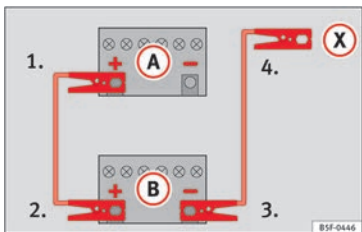

Abb. 59 Anschlusschema für Fahrzeuge ohne Start-Stop-System.
zeugs mit der entladenen Fahrzeugbatterie (A) » » Abb. 59.
3. Klemmen Sie das andere Ende des roten Starthilfekabels an den Pluspol ⊕ des stromgebenden Fahrzeugs (B).
- 4a. Bei Fahrzeugen ohne Start-Stop-System: ein Ende des schwarzen Starthilfekabels an den Massepunkt ⊖ des Strom gebenden Fahrzeugs (B) » » Abb. 59 anklemmen.